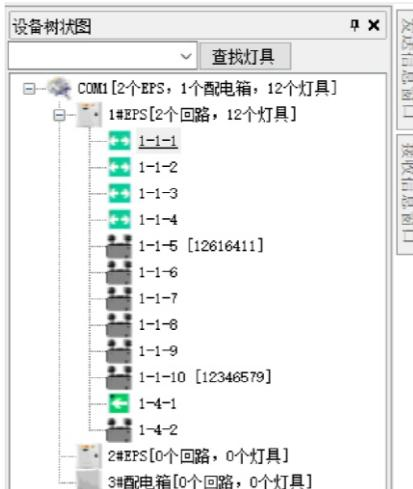

图7.2.1
② 在控制器里查看设备树状图内是否有显示相应地址的设备.如果没有请检查通讯线及地址设置(如图7.2.1)。